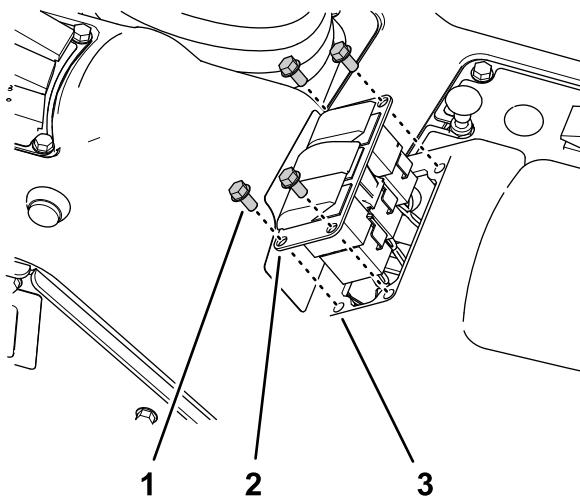

Figura 33
1. Rimuovete le 4 viti a testa flangiata ($\frac{1}{4}$ " x $\frac{1}{2}$ ") che fissano il pannello a 3 interruttori al quadro di comando (Figura 33).
3. Scollegate il connettore a 8 prese del cablaggio preassemblato della macchina (indicato come **comando del volume**) dal connettore a 8 pin dell'interruttore (Figura 33).
6. Allineate il tappo dell'interruttore con l'apertura nel pannello a 3 interruttori in cui avete rimosso il comando del volume (Figura 33)..
7. Inserite il tappo dell'interruttore nel pannello a 3 interruttori fino a quando il tappo non scatta saldamente nel pannello (Figura 33).